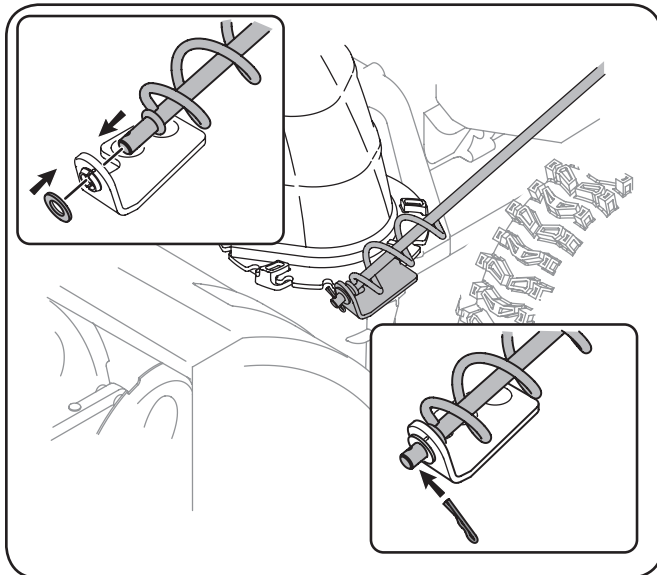

Figura 3-5
1. Quite la tapa plástica (si presente), arandela y horquilla planas sujetan el fin del tobogán el control direccional. Vea la Figura 3-5.